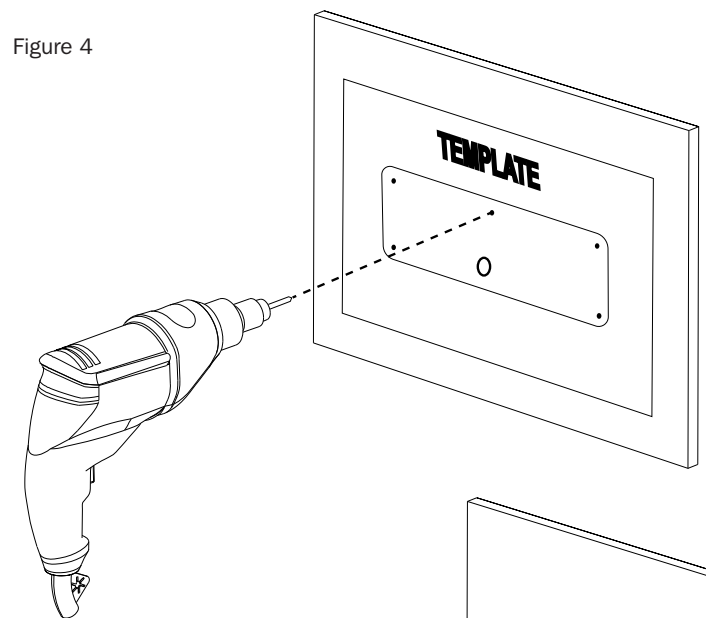

Figure 4
Commencez par vérifier que l'alimentation est déconnectée de l'alimentation électrique. Ensuite, connectez fermement le câble d'alimentation positif au câble rouge situé à l'arrière du chargeur XS. Puis connectez fermement le câble d'alimentation négatif au câble noir situé à l'arrière du chargeur XS. Le chargeur XS se fixe directement sur la surface plane à l'aide de cinq (5) vis à tête hexagonale #10 (fournies avec le kit d'installation). L'installation est terminée (Figure 4).